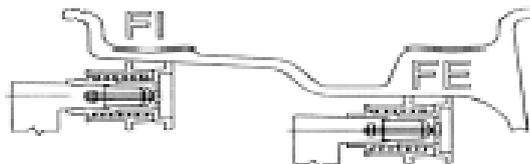

Figure 7-7
9.5.8 Pour suivre la Fig.7-7 :